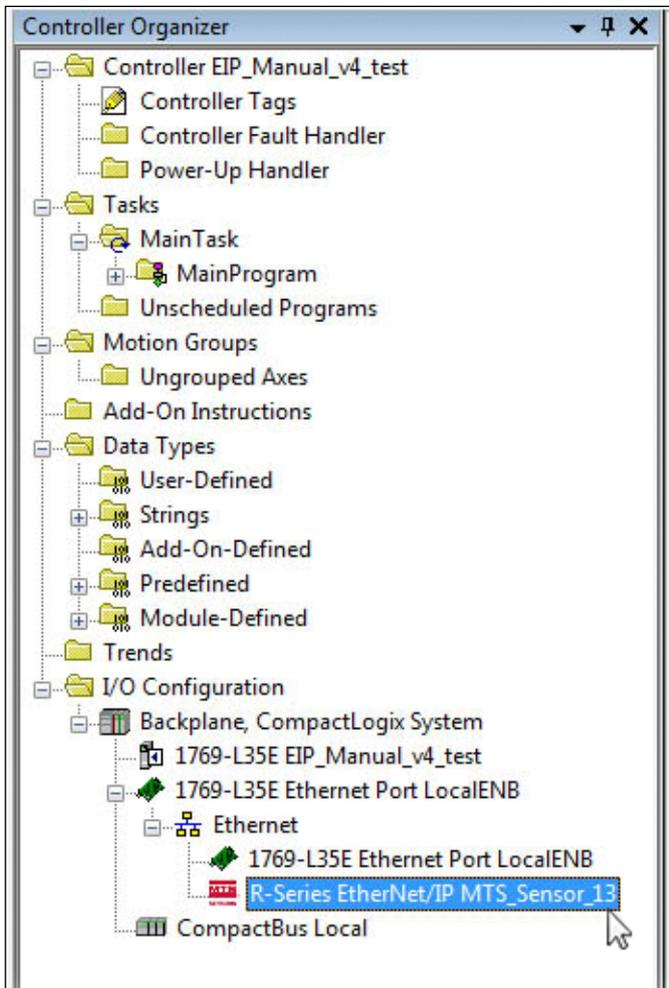

Abb. 97: Neues Modul im Netzwerk
4. Der Sensor ist nun im „Controller Organizer“ unter „I/O Configuration“ Ihrem Netzwerk hinzugefügt (Abb. 97).